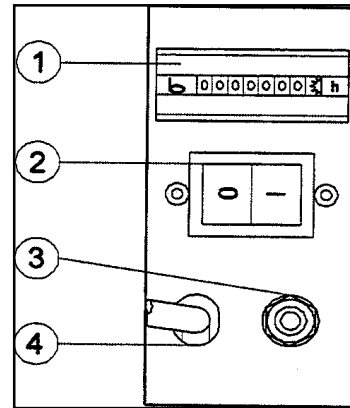

Рис. 4
Гигростат подключается к специальному контактному гнезду (3), расположенному сбоку агрегата. Располагать гигростат следует как можно дальше от осушителя для исключения непосредственного влияния на гигростат сухого воздуха, выходящего из осушителя. Электроцепь управления гигростата - 12 В перем. тока. На Рис. 4 показаны: счетчик рабочего времени (1), выключатель электропитания (2), контактное гнездо для подключения гигростата (3), отвод силового кабеля (4).
После подключения гигростата к контактному гнезду (см. рис. 4, поз. 3) запуск осушителя производится таким же образом, как описано в п.4.1. Если относительная влажность воздуха в помещении выше заданного значения гигростата, агрегат будет работать на осушение. После достижения установленного значения влажности работа агрегата прекращается, но зеленая индикаторная лампочка не выключается. Как только относительная влажность начнет превышать уставку, опять происходит автоматический запуск компрессора осушителя. При необходимости полного отключения осушителя, например, для слива воды из водосборника, требуется установить выключатель в позицию 0.